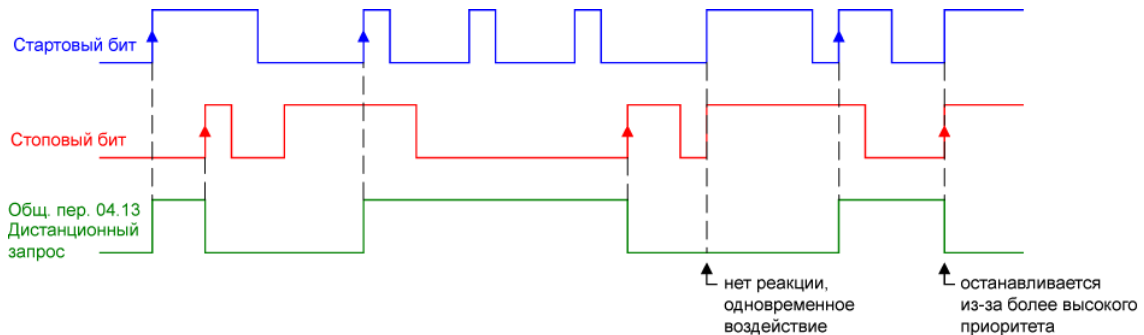

рис. 4-20. Пример - командная переменная
**Удаленный пуск:** Командная переменная «04.13 Remote request» (04.13 Удаленный запрос) меняется на «1» (высокий), если бит пуска (ID 503, бит 0) меняется с «0» на «1». Командная переменная «04.13 Remote request» (04.13 Удаленный запрос) меняется на «0» (слабый), если бит останова (ID 503, бит 0) меняется с «0» на «1» (см. рис. 4-20 на стр. 29).